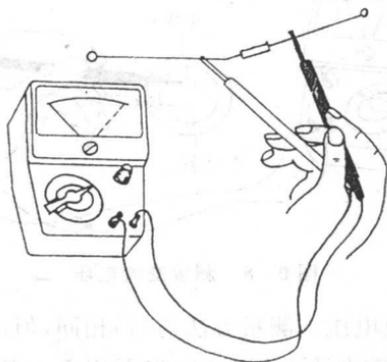

图 0-9 直流电阻的测量
(4)测量电阻。测量前先估计被测元件的阻值,再选取合适的量程(倍率),然后将万用电表的红、黑表棒短接(即相碰),观察指针是否在零欧的位置。如果指针不在零位,可调节机械调零旋钮,使指针指向零。再将红、黑表棒搭到被测元件的两端,指针所指的读数乘上量程选择开关指示的倍率即为被测元件的电阻值。要注意的是,测量电阻时严禁设备带电操作,同时防止身体或其他导体触及表棒的金属部位,否则会造成测量不准确,甚至触电或损坏仪表。用万用电表测量直流电阻的方法如图 0-9 所示。